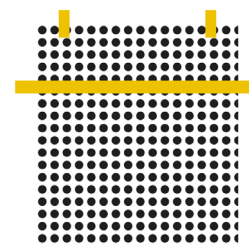

Figure 02
- Coller une bande de Tiro de masquage d'un côté à l'autre du visuel, sur le haut à environ 10 cm du bord. (FIG. 02)